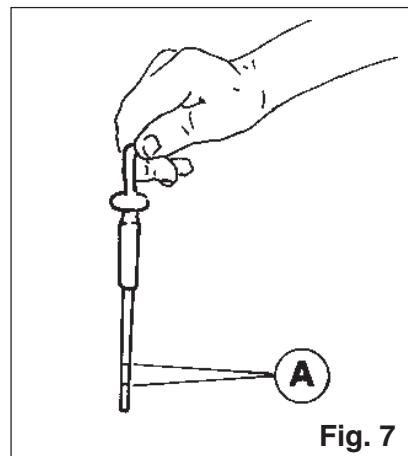

Fig. 7
2) Der Ölstand im Motor muß so hoch sein, daß er zwischen den Markierungen "A" am Ölmeßstab abgelesen werden kann. (Fig.7)
2) El nivel del aceite del motor debe quedar entre las marcas "A" en la varilla del nivel (fig.7).